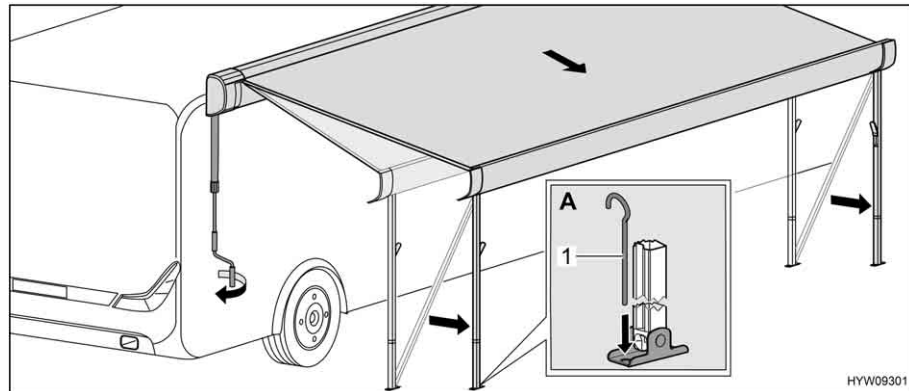

Fig. 29 Collocazione della tenda nella posizione finale
- Servendosi di puntelli (Fig. 29,1), fissare a terra i montanti di supporto (Fig. 29,A).